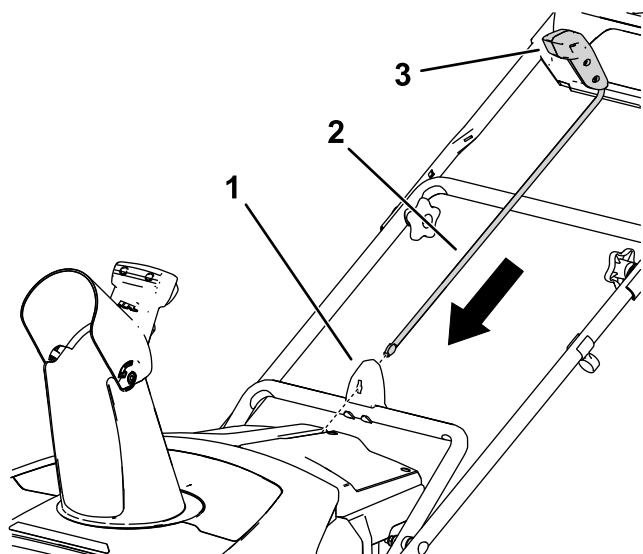

Figure 8
1. Assurez-vous que la goulotte est tournée vers l'avant de la machine (Figure 8).
2. Dirigez la poignée vers l'avant, insérez la tige d'orientation de la goulotte dans le guide et enfoncez-la jusqu'à ce qu'elle s'enclenche en place (Figure 8).